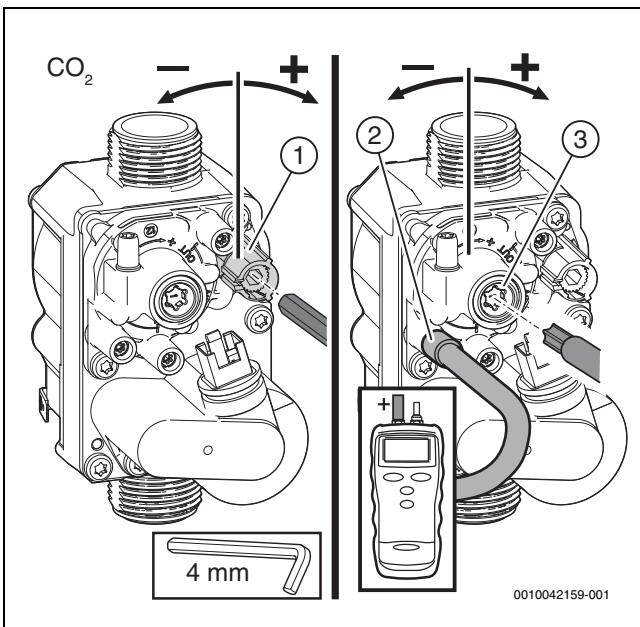

Bild 51 Einstellen der Gasarmatur
- ▶ CO₂- oder O₂-Gehalt für die maximale Nennwärmeleistung gemäß Tabelle prüfen und ggf. anpassen (→ Seite 41, Bild 51).